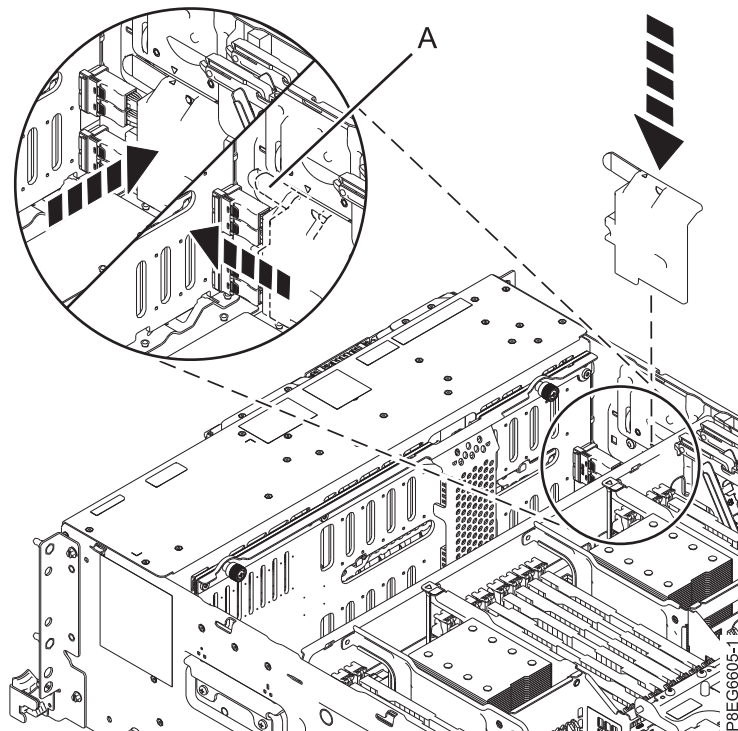

Figura 10. Recolocando a tampa do cabo SAS
8. Recoloque a tampa do cabo SAS. Coloque os slots da tampa nos pinos da lateral do chassi. O símbolo de triângulo da tampa do cabo SAS se alinha com o símbolo de triângulo na lateral do chassi quando os slots da tampa e os pinos estão alinhados corretamente. Empurre a tampa para frente em direção à parte frontal do sistema até que a alça (A) trave no lugar. Veja a Figura 10 na página 12.